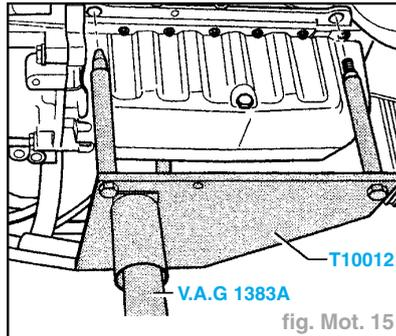

fig. Mot. 15
- Fixer le support moteur T10012 au bloc-cylindres avec un écrou et une vis M10 en serrant à 4 daN.m environ (fig. Mot. 15).